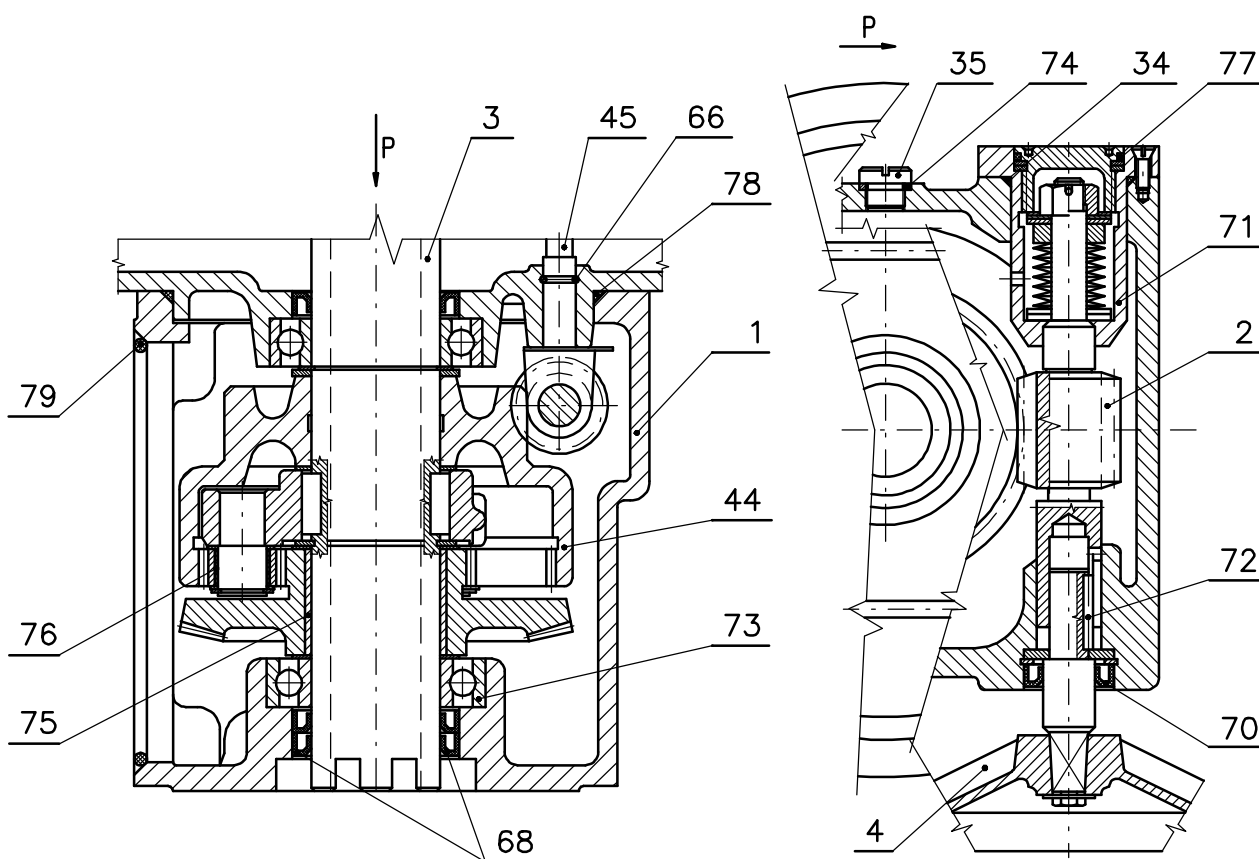
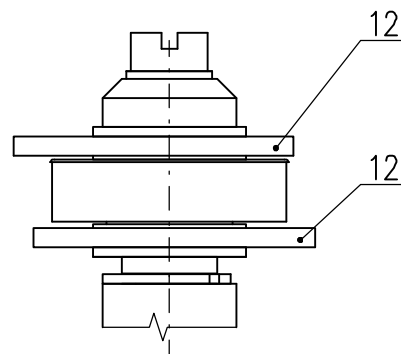

Рис. 2
Рис. 8
Модуль M3 – силовая передача с ручным управлением (рис.2)
- блок выключения момента (Рис.8)
Блок кулачков (рис.8) образован двумя передвижными кулачками (19) и (22), находящийся на валу управления момента (45) (рис.2). Размер поворота кулачков является мерилем размера выключающего усилия.